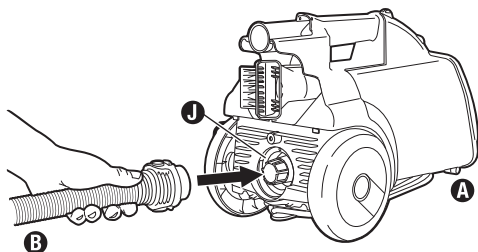

FIG. 9
- Step 2:** Detach hose **B** from front of canister **A** and attach to the blower port **J** on the back side of the canister (Fig. 9).
Étape 2 : Détachez le tuyau **B** de l'avant du traîneau **A** et fixez-le à l'orifice de refoulement **J** à l'arrière du traîneau (Fig. 9).
Paso 2: Desconecte la manguera **B** del frente del recipiente **A** y conéctela a la abertura del ventilador **J** de la parte posterior del mismo (Fig. 9).